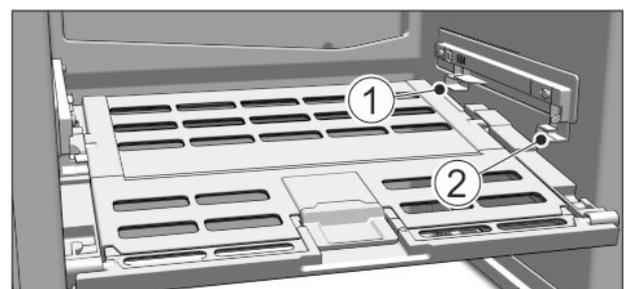

Fig. 43
- ▶ Deckel Fruit & Vegetable-Safe einsetzen: Deckelstege von unten in die hintere Halterung *Fig. 43 (1)* einführen und vorne in die Halterung *Fig. 43 (2)* einrasten.